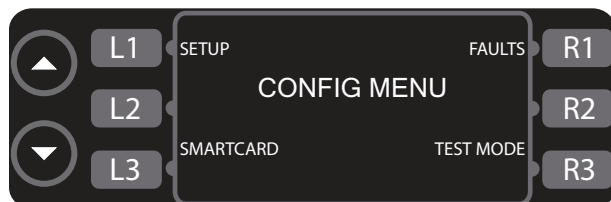
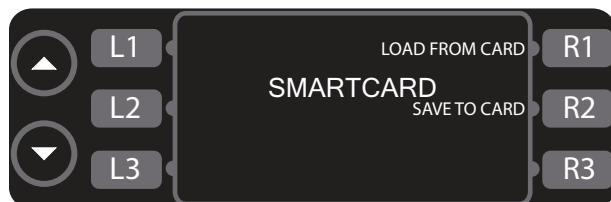

Figure 11 : Mode Config
Figure 12 : Écran de la carte à puce
Le mode CONFIG (Figure 11) a quatre fonctions principales :
1. Appuyez sur L3 (Figure 11) pour accéder à l'écran smart card (carte à puce) (Figure 12).
- Appuyez sur R1 pour charger un menu de la carte à puce dans le four (Figure 12).
- Appuyez sur R2 pour enregistrer un menu du four sur la carte à puce (Figure 12).
En mode CONFIG (Figure 11), appuyez sur R1 pour accéder à l'écran du nombre d'erreurs (Figure 15). Le four affiche le nombre d'erreurs qui ont eu lieu.
En mode CONFIG (Figure 11), appuyez sur L1 pour accéder au mode SETUP (RÉGLAGE). Le mode SETUP (RÉGLAGE) permet à l'utilisateur de personnaliser plusieurs réglages du four - pour plus de détails, voir ci-dessous.